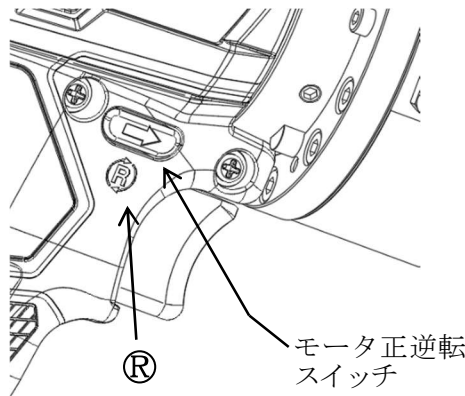

図 E-2
2. モータ正逆転スイッチはR 又は L マーク側を押し込み、正転、又は逆転にします。（図 E-2）